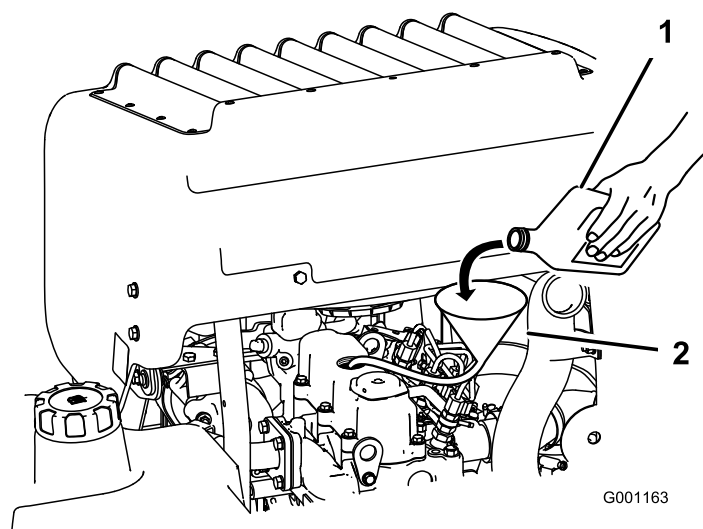

Bild 69
3. Füllen Sie Öl mit einem Schlauch und Trichter in den Motor (Bild 69).